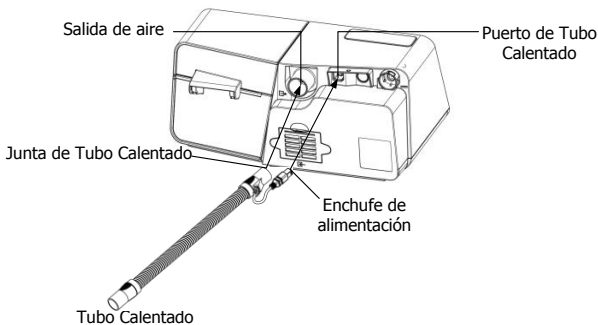

Fig. 11-8
(2) Conecte la unión del tubo calentado a la salida de aire del dispositivo, y luego inserte el enchufe de alimentación en el puerto del tubo calentado en la parte posterior del dispositivo, como se muestra en la Fig. 11-8.